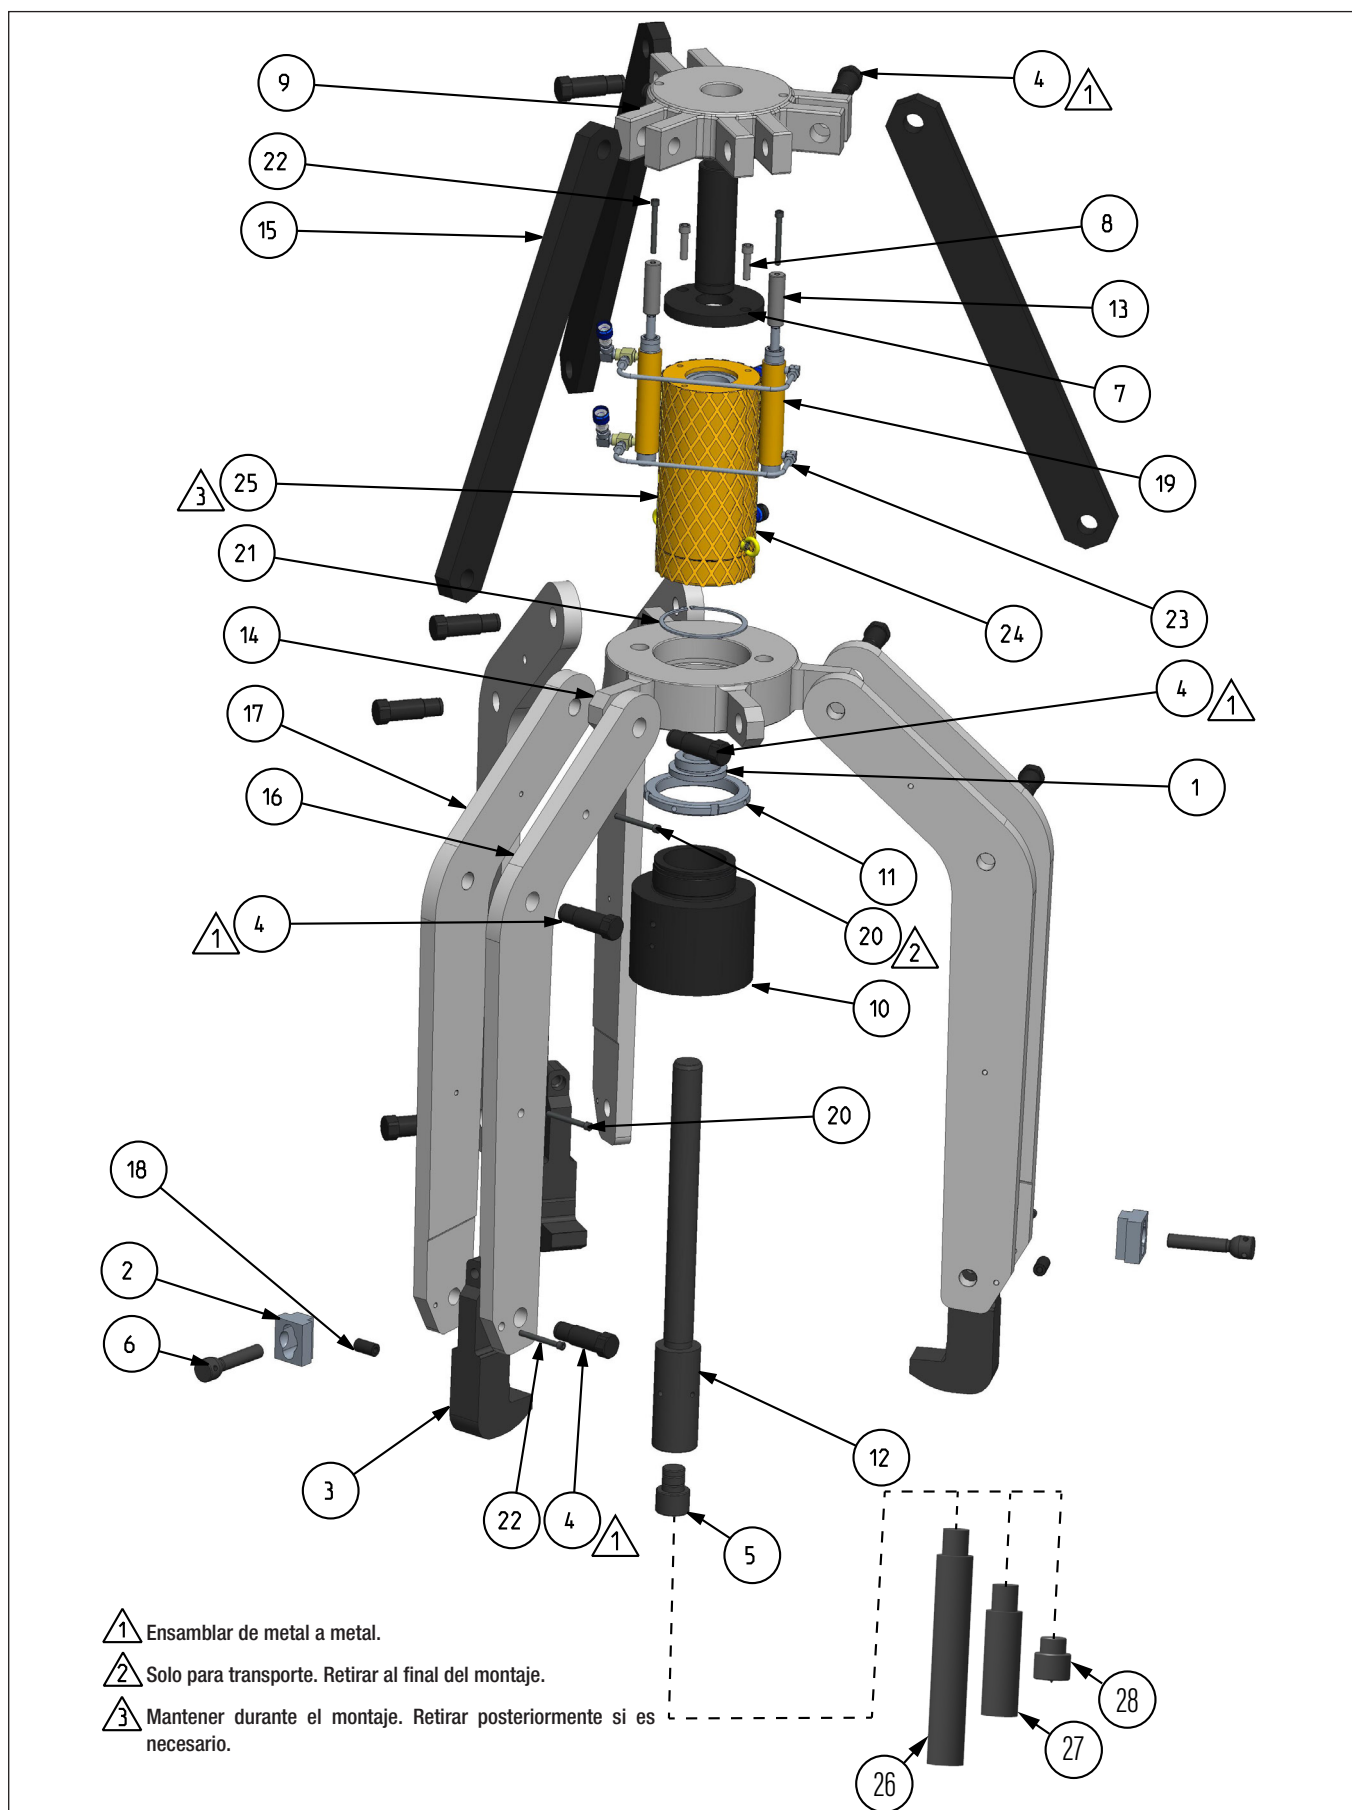

Figura 20: Despiece - Extractor hidráulico
9.2.1 Tabla de piezas del extractor hidráulico LGH3100 (Figura 20)